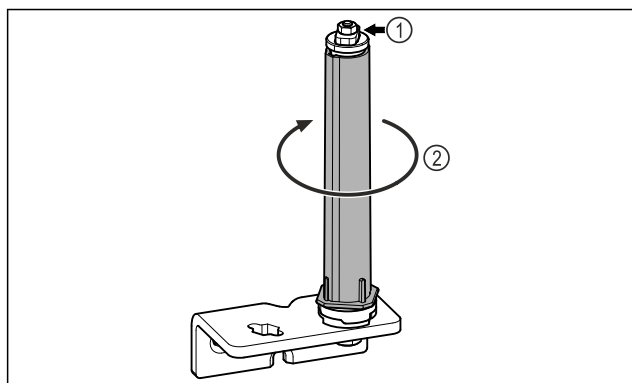

Fig. 29
- ▶ Nerozoberajte systém zatvárania dverí Fig. 29 (1).
- ▶ Otáčajte systém zatvárania Fig. 29 (2), kým nezacvakne.